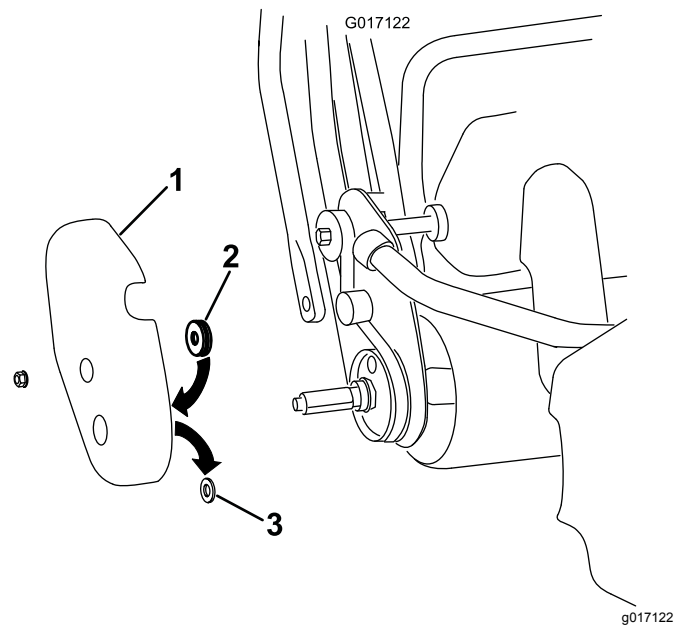

图9
- B. 从轮鼓盖上的轮轴孔卸下并丢弃橡胶垫 (图9)。
- C. 将毛毡封粘贴到轮鼓盖的里面、放置在轮轴孔周边 (图9)。
- A. 从机器上拆下右侧轮鼓盖图9。